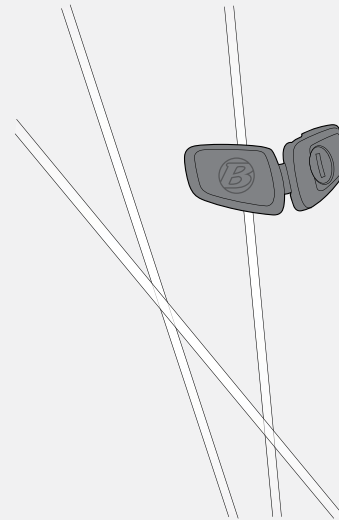

Abbildung 26. Magnet on Spoke.
1. Befestigen Sie den Magneten so an einer Speiche, dass die Aufschrift B vom Rad weg zeigt (Abbildung 26).